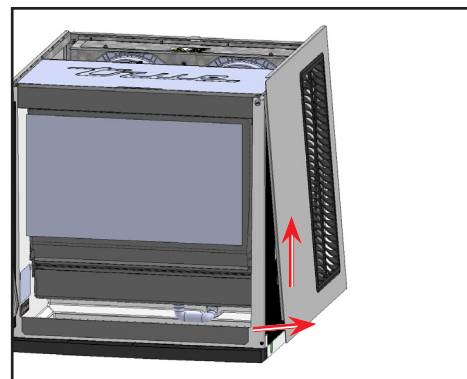

Fig. 6. Tirez le panneau pour le dégager des languettes adhésives avant de le lever.
4. Tirez le panneau latéral pour le dégager des fixations inférieures. Soulevez ensuite le panneau latéral. Voir Fig. 6.